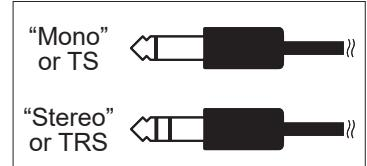

図3
- [EXPRESSION]ジャックでコントロールしている場合: プラグに2本線がある「ステレオ」(またはTRS)フォンケーブルをご使用ください(図3)。